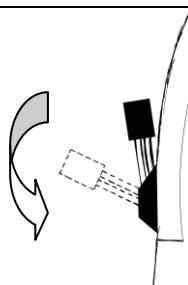
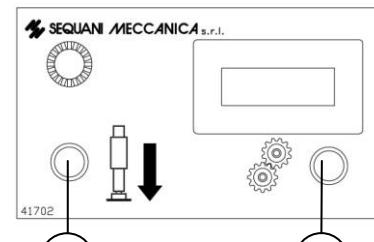

fig. 4.3.1
fig. 4.3.2
- azionare la leva di comando posta tra i sedili (*fig. 4.3.1*) in posizione “INNESTO”, si accende la spia presa di forza (*pos. 1 fig. 4.3.2*) e si attiva un avvisatore acustico